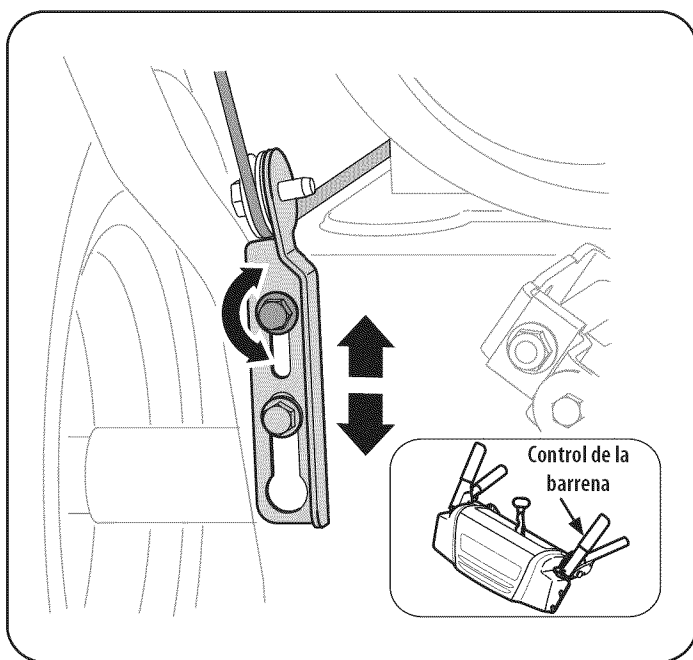

Figura 9
1. El control de la barrena se encuentra en el mango izquierdo. Consulte la Figura 9 el recuadro. Cuando se suelta el control de la barrena y está en posición desengranada arriba, el cable debe tener muy poco juego. NO debe estar tenso.
4. Deje la barrena engranada durante aproximadamente diez (10) segundos antes de soltar el control de la barrena. Repita esta operación varias veces.
8. Ubique la ménsula hacia arriba para brindar más juego (o hacia abajo para aumentar la tensión del cable). Vea la Figura 9.